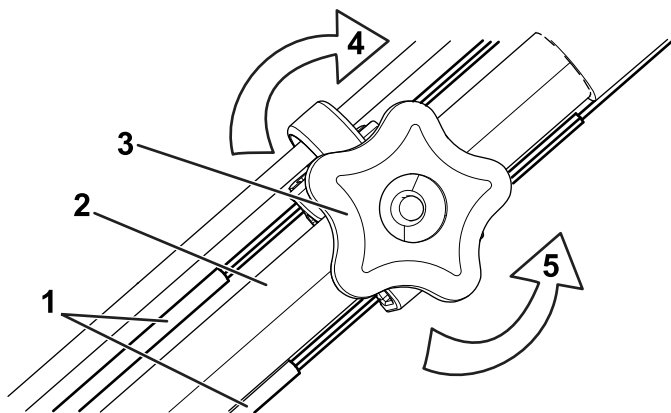

Figura 31
1. Gire el pomo de ajuste en sentido antihorario para aflojar el cable (Figura 31).
2. Ajuste la tensión de los cables (Figura 31) tirando de ellos hacia atrás o empujándolos hacia adelante, y sujételos en esa posición; la longitud de ambos cables debe ser la misma.